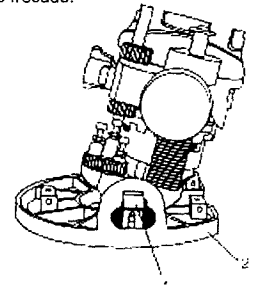

Fig. 18
- Suelte ambos seguros de ajuste de bisel (1) tirándolos hacia fuera de la base de fresado (2) (véase la fig. 18).